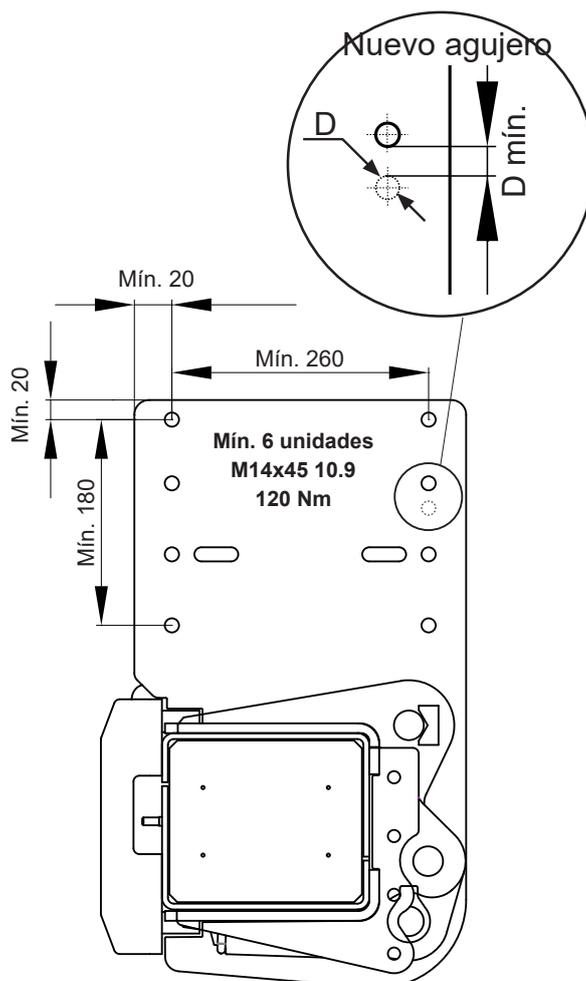

Figura 29. Montar el soporte del chasis con 6 tornillos M14x45 10.9 como mínimo
9. Para el montaje en un chasis sin agujeros pre-perforados, montar primero con un tornillo en los agujeros alargados de los soportes. Hacer una marca en el chasis del vehículo, en el centro de los agujeros alargados de los soportes, y después perforar agujeros de Ø14 mm en el chasis, véase Figura 29.